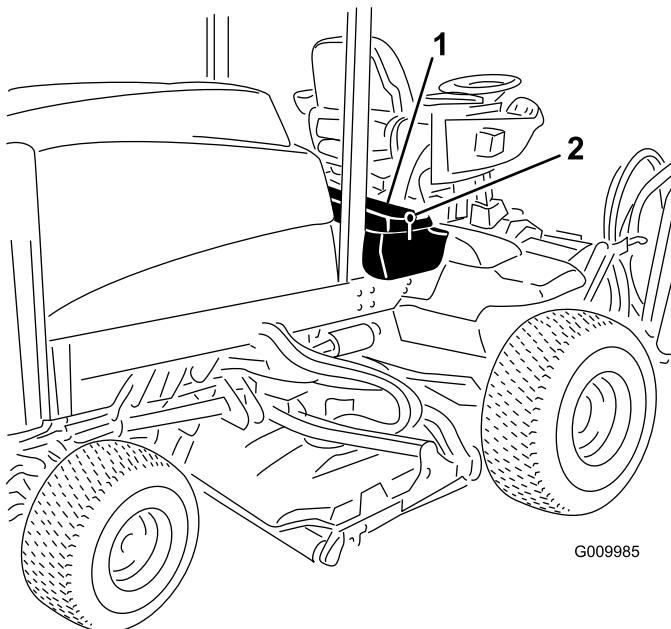

图51
- 松开右储物盒盖的闩锁提起盒盖图51以露出保险丝盒图52。